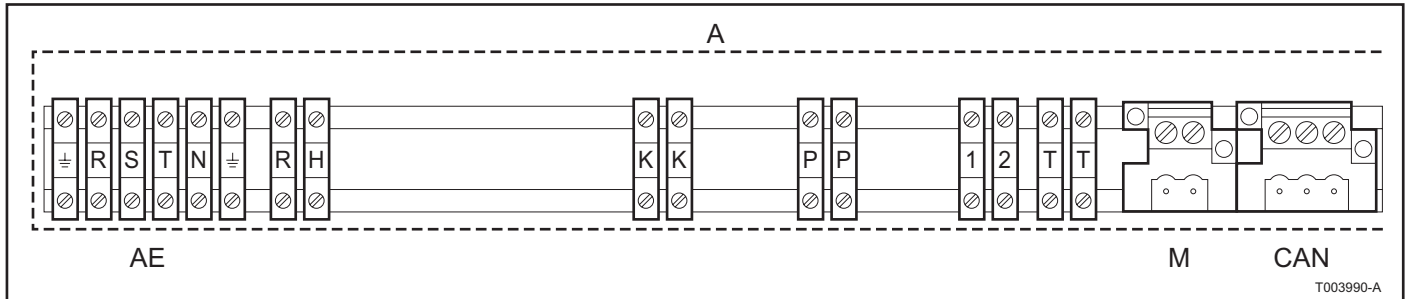

Fig. 21 Terminales en el panel cerrado
- A Panel cerrado (consulte Fig. 21)